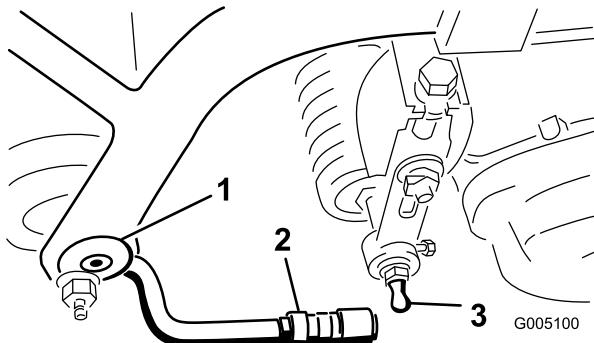

図 7
- カッティングユニットの前ローラの左右それぞれの端部にボールスタッドを取りつける（図 7）。
4. ボールジョイントのスリーブを後ろにずらし、プルアームを下げてソケットをボールスタッドに嵌め合わ取る。スリーブから手を離すとスタッドとジョイントが結合する（図 7）。